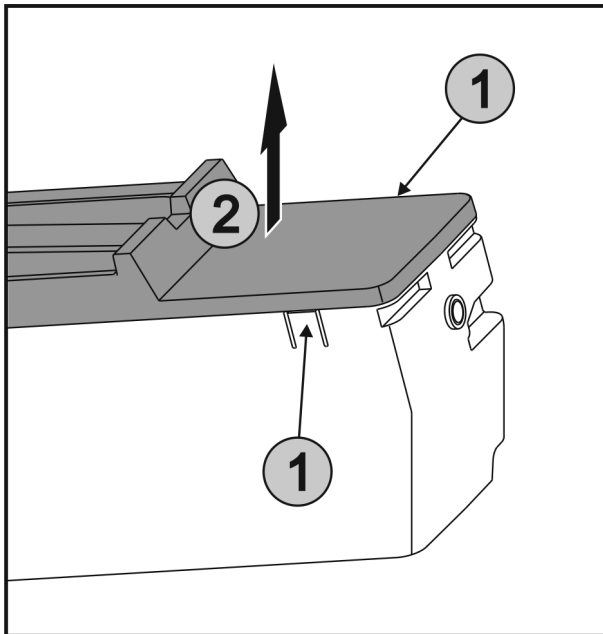

Fig. 56
- ▶ Lippen Fig. 56 (1) aan beide zijden van EasyTwist-Ice gelijktijdig indrukken en de afdekking Fig. 56 (2) omhoog verwijderen.